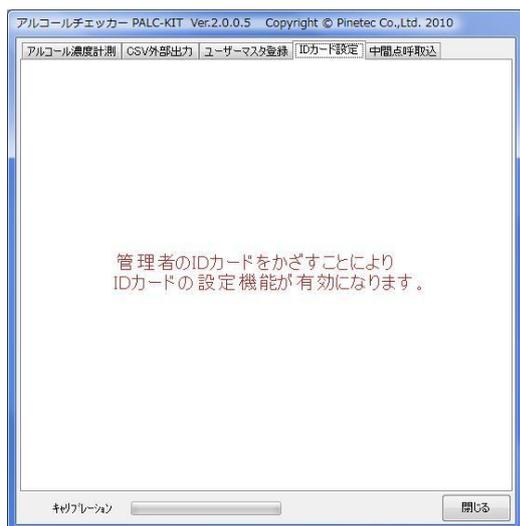

図 89 ID カード設定認証待ち画面
①ID カード設定タブをクリックすると図 89 の画面が表示されます。